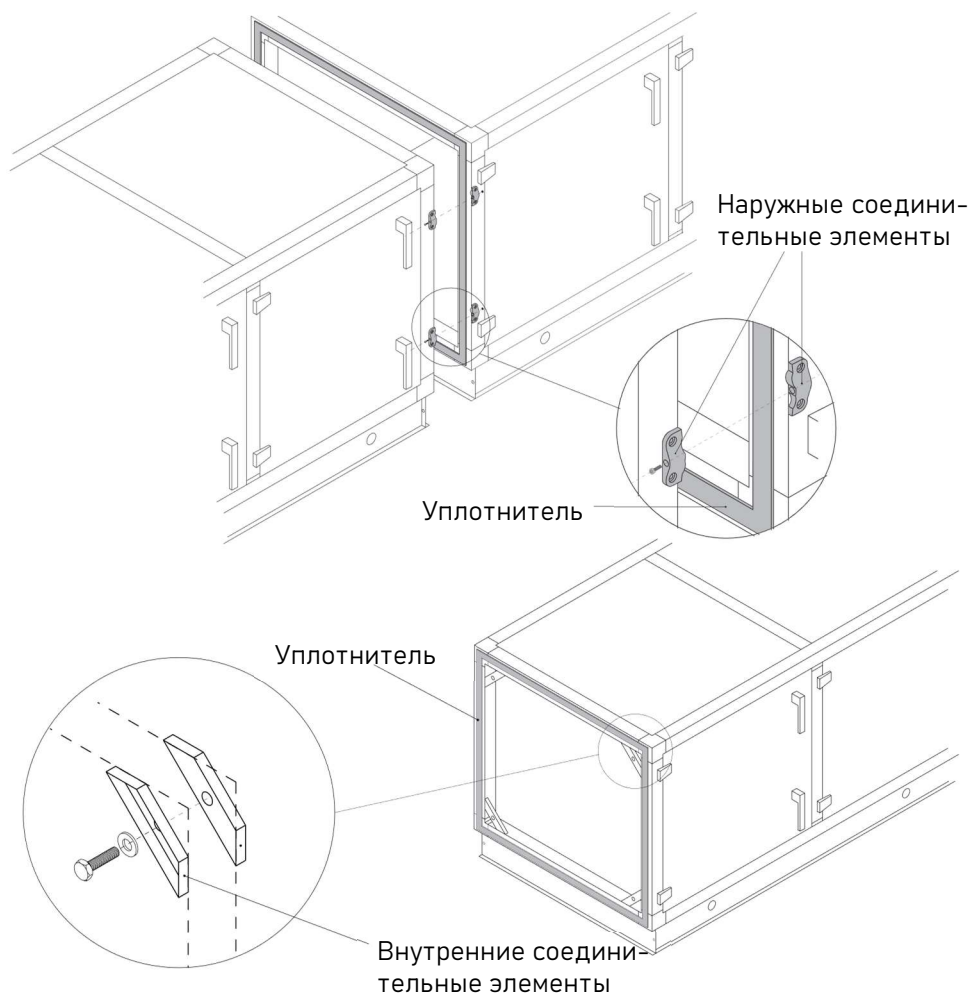

Рисунок 4 - Стыковка секций
- 5.1.2 Расположите установку в выбранном месте. Если установка состоит из нескольких секций, расположите одну из них в выбранном месте, обклейте поверхность, которой она будет стыковаться уплотнительной лентой и стяните секции при помощи наружных или внутренних соединительных элементов (Рисунок 4).